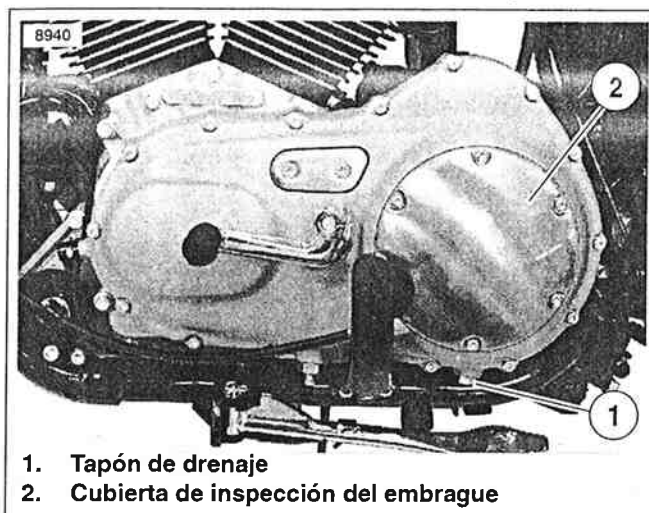
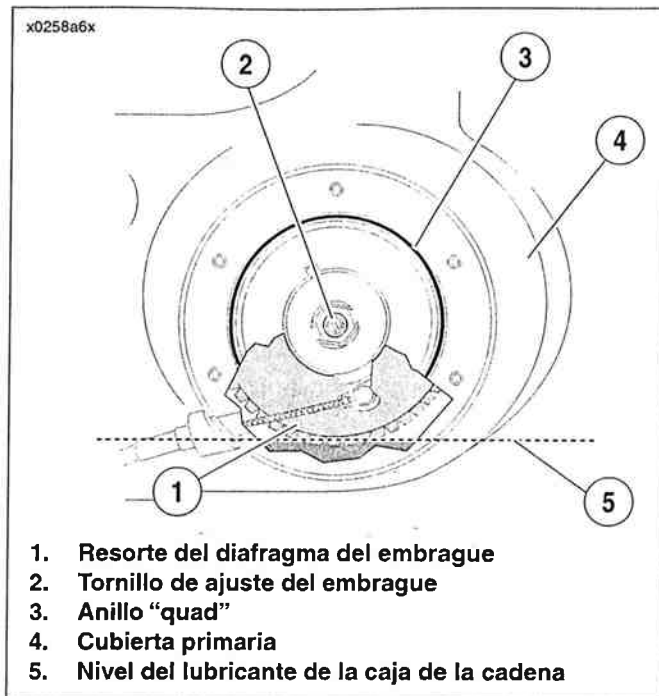

Figura 1-37. Cubierta primaria
Figura 1-38. Nivel del lubricante del guardacadena
3. Vea la Figura 1-37. Coloque un recipiente adecuado debajo del tapón de drenaje del lubricante de la transmisión (1). Quite el tapón de drenaje y drene el lubricante.
2. Vea la Figura 1-37. Quite los seis tornillos de la cubierta de inspección del embrague (2). Retire la cubierta de inspección del embrague de la cubierta primaria. Tenga cuidado para evitar dañar o desalojar el anillo "quad" (artículo 3, Figura 1-38.) en la cubierta primaria.
4. Vea la Figura 1-38. Verifique que el nivel del lubricante (5) esté a nivel con la parte inferior del resorte del diafragma del embrague (1) con el vehículo en posición vertical.